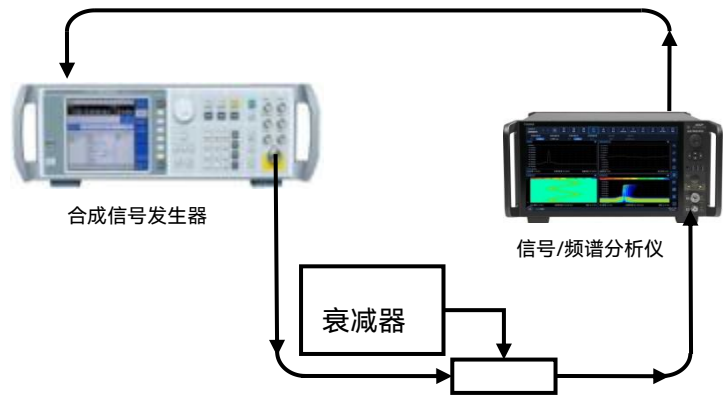

图 7.13 衰减器测试示意图
- 5) 如图 7.13 所示，连接测试设备，标准衰减器的输出连接到 4082 的射频输入 2 端口。图中校准衰减器的衰减不确定度应大大优于被测频谱分析仪输入衰减器的衰减不确定度。